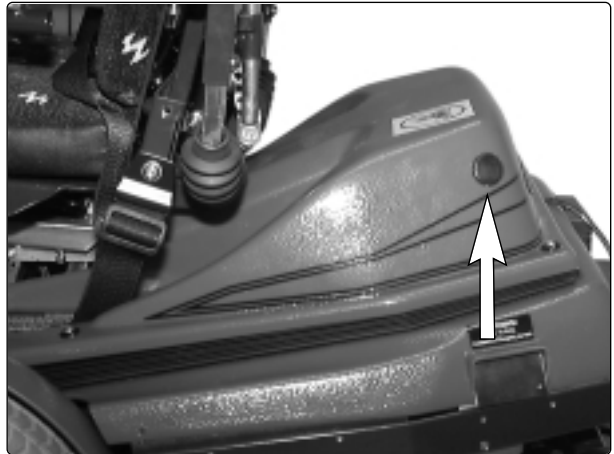

Abb. 4. Sitzhöhenverstellung entriegeln
1. Entfernen Sie den Pfropfen an der linken Seite der Abdeckung, siehe Abb. 4.